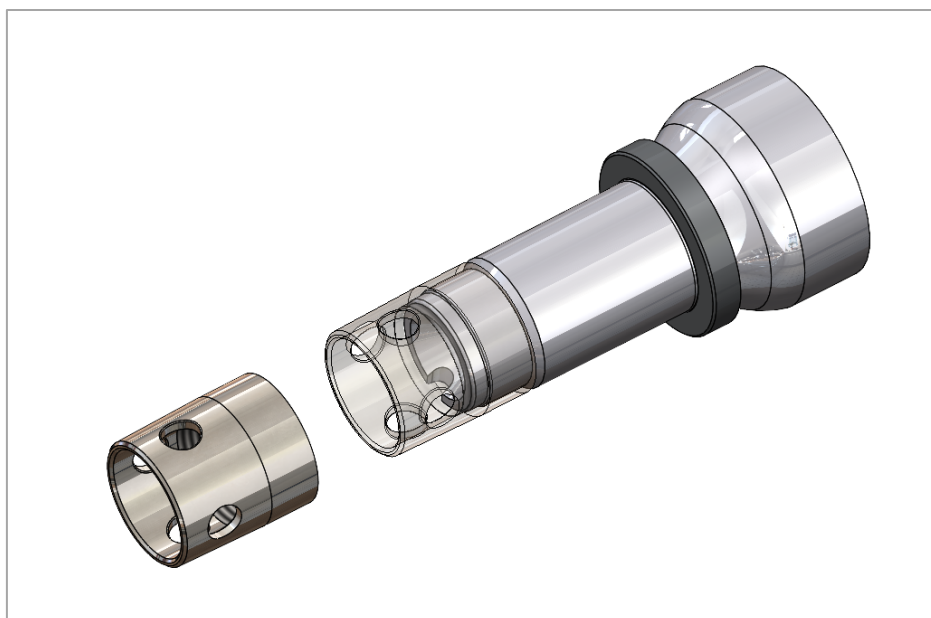

Рис. 18. Установка муфты защиты на резьбу цапфы
- 1) Установите муфту защиты на резьбу цапфы (рис. 18)